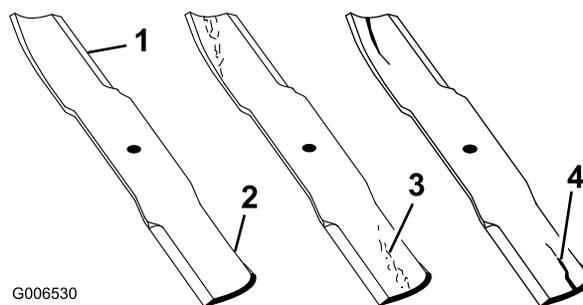

Figure 54
1. Examinez le tranchant des lames (Figure 54).
2. Inspectez les lames, surtout la partie relevée (Figure 54).
Remarque: Remplacez immédiatement toute lame endommagée, usée ou qui présente une entaille (Figure 54).